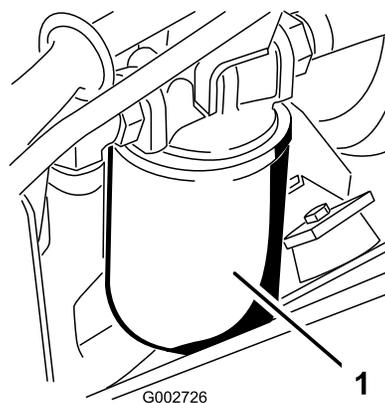

Figura 41
- Collocate una bacinella sotto il filtro idraulico situato sul lato sinistro della macchina (Figura 41).